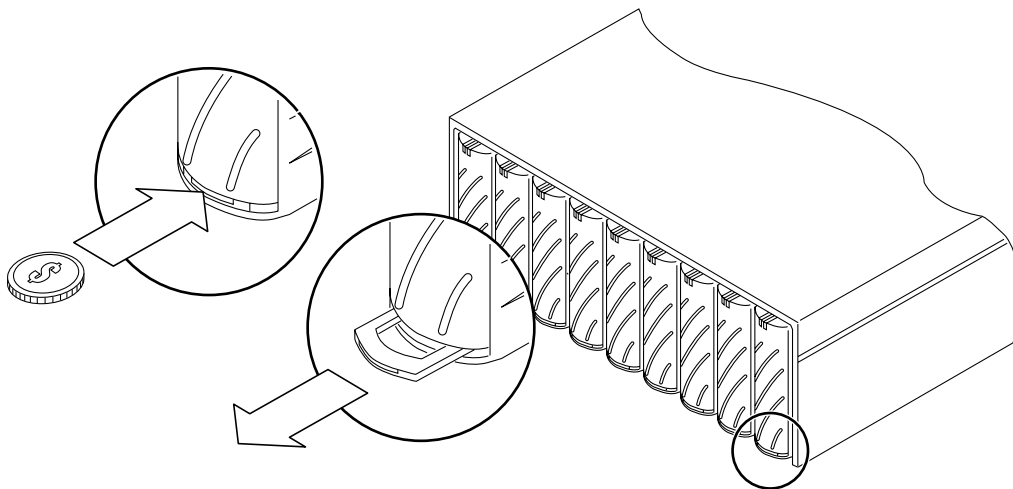

FIGURE 14-3 Dégagement de la poignée de verrouillage
4. Avec une pièce de monnaie ou un petit tournevis, appuyez sur la poignée de verrouillage du disque afin de la dégager (FIGURE 14-3).